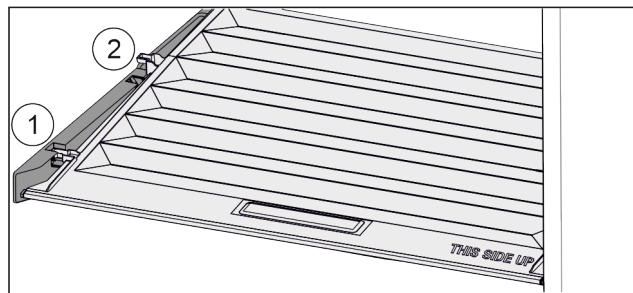

Fig. 27
- Trageți capacul în față Fig. 27 (1) până la orificiul din piesele suportului.
- Ridicați în spate de jos și scoateți Fig. 27 (2) în sus.